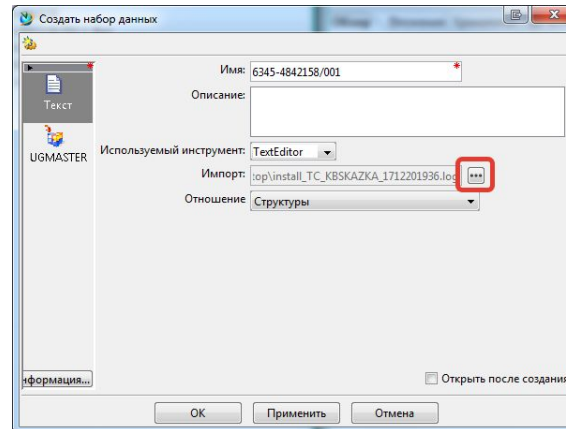

Рис. 19
5. В другом случае можно импортировать с локального диска данные, для этого необходимо нажать на кнопку с **тремя точками**. Выбрать файл соответствующий набору данных файл и нажать кнопку **Выгрузка** (Рис. 19)